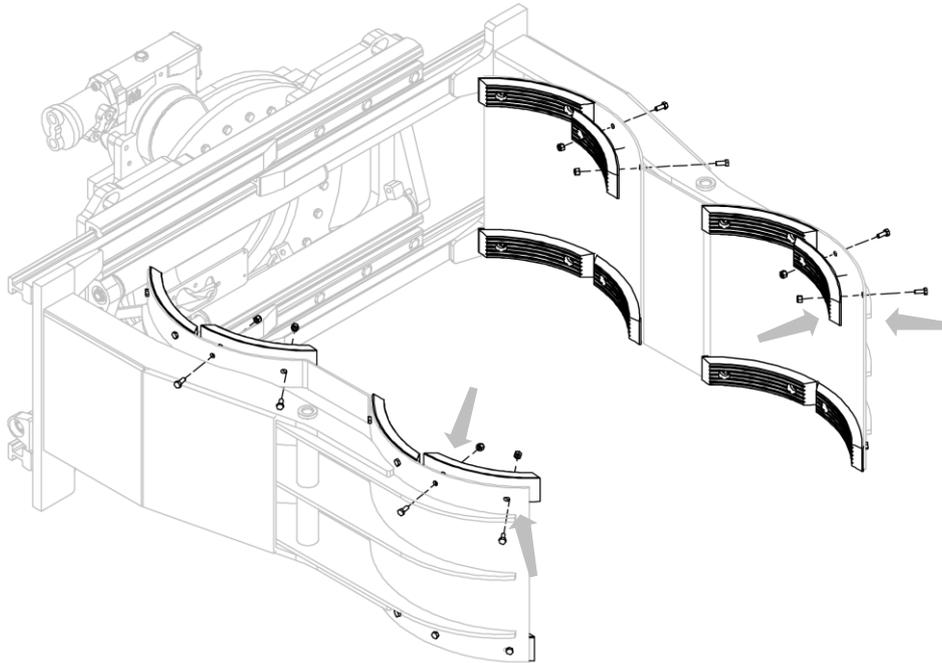
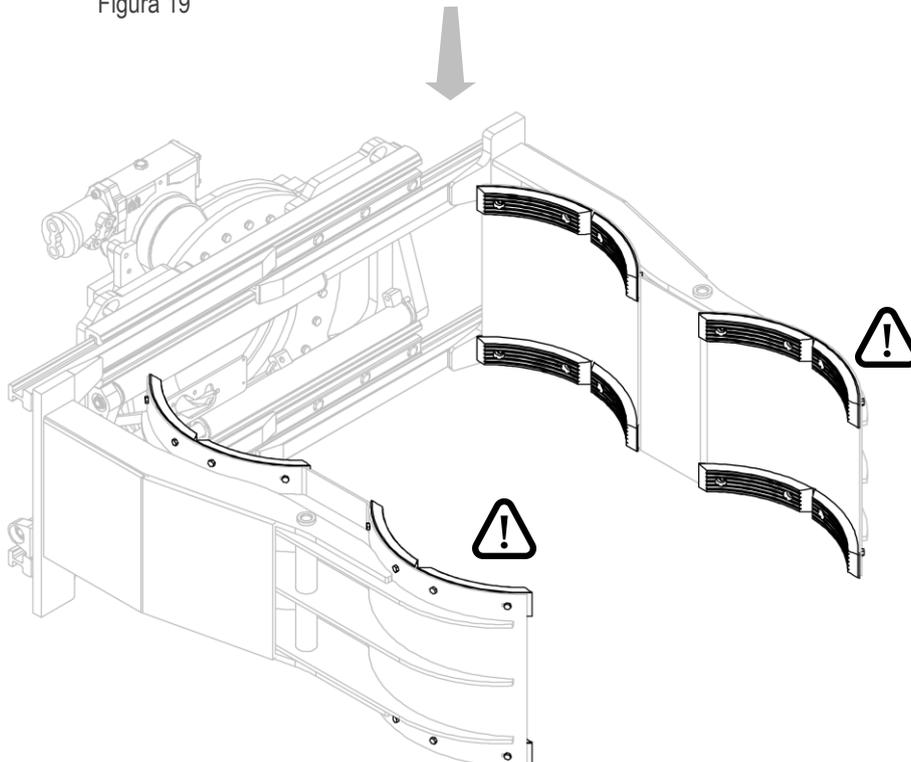

Figura 19
Figura 20
3. Installare le piastre gommate, utilizzando relative viti e dadi (vedi *Figura 19* e *Figura 20*).